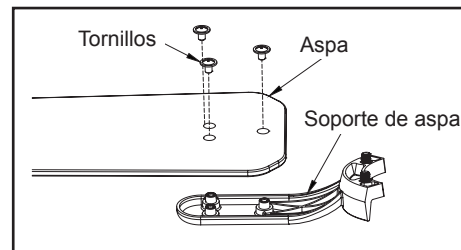

Figura 14
1. Fija el aspa a su soporte usando los tornillos mostrados en la Figura 14. Por favor, ten en cuenta que las arandelas de goma están prefijadas en el soporte del aspa. Inserta el tornillo en el soporte. Repite para los dos tornillos restantes.